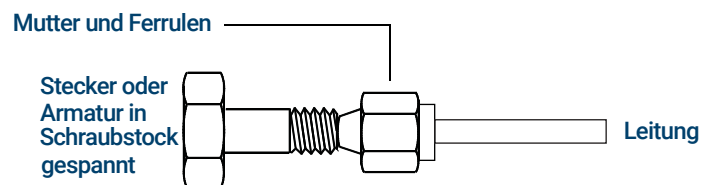

Abbildung 24. Montage der Armatur
- 3 Schieben Sie die Leitung in den Edelstahlstecker. Siehe **Abbildung 24**.